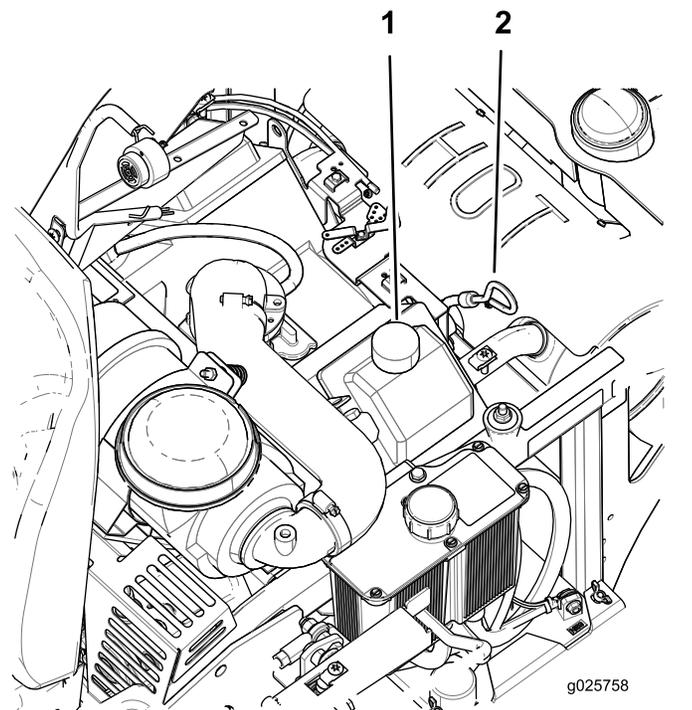

Figura 40
4. Per evitare morchia, residui d'erba, ecc. nel motore, pulite l'area attorno al tappo e all'asta di livello dell'olio prima della rimozione (Figura 40).
8. Se il livello dell'olio è basso, pulite l'area attorno al coperchio di riempimento olio, rimuovetelo e riempite fino al simbolo **full** sull'asta di livello. (Figura 40).
5. Versate lentamente circa l'80% dell'olio indicato nel tubo di rifornimento e sempre con cautela rabboccate l'olio necessario per portarlo alla tacca di **Full (pieno)** sull'asta di livello (Figura 40).
6. Avviate il motore e guidate verso una zona pianeggiante: Controllate nuovamente il livello dell'olio (Figura 40).